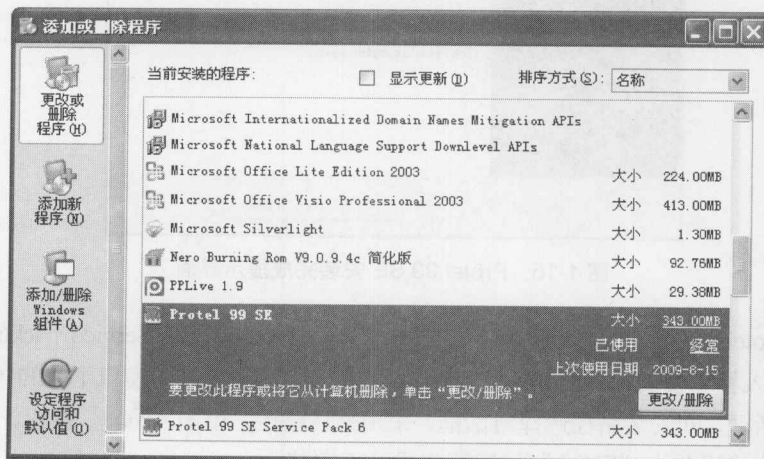

图 1-17 选择卸载程序界面
① 执行“开始”菜单下的“设置→控制面板”，选择“添加/删除程序”，在已安装的程序列表中找到 Protel 99 SE 图标，单击该图标，如图 1-17 所示。